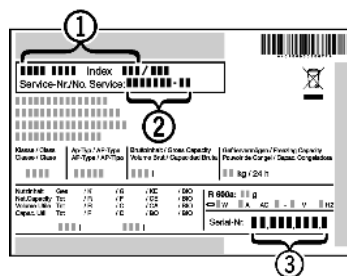

Fig. 79
- ▶ Identificați denumirea aparatului Fig. 79 (1), numărul de service Fig. 79 (2) și numărul de serie Fig. 79 (3) pe marca de fabricație. Marca de fabricație se află pe partea stângă în interiorul aparatului.